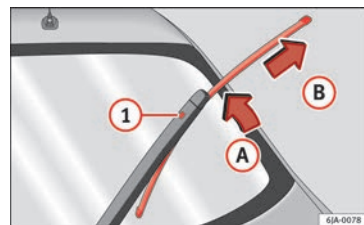

Fig. 137 Escova do limpa-vidros traseiro.
- Remova o braço do limpa para-brisas do vidro, movendo ligeiramente a escova no sentido do braço - seta **A** » Fig. 137.